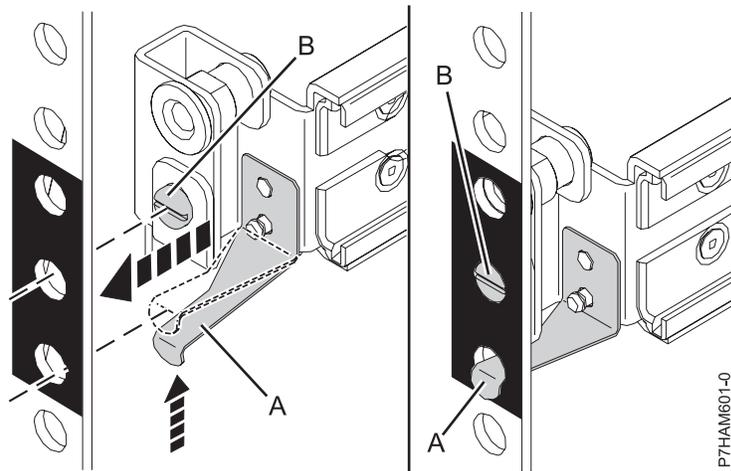

Figura 8. Montaje del riel en el frontal del bastidor
- El clip de sujeción **(A)** apunta hacia la parte frontal del bastidor y queda alineado con el orificio inferior de EIA que ha marcado anteriormente, tal como se muestra en la Figura 8 en la página 12.
- c. Tire del clip de tensión **(A)** e insértelo en el orificio EIA inferior que ha marcado anteriormente, tal como se muestra en Figura 8 en la página 12. Asegúrese de que el borde del clip entre totalmente en el orificio y quede sujeto al fondo del mismo. Coloque el tornillo de alineación **(B)** en el orificio EIA intermedio que ha marcado anteriormente.